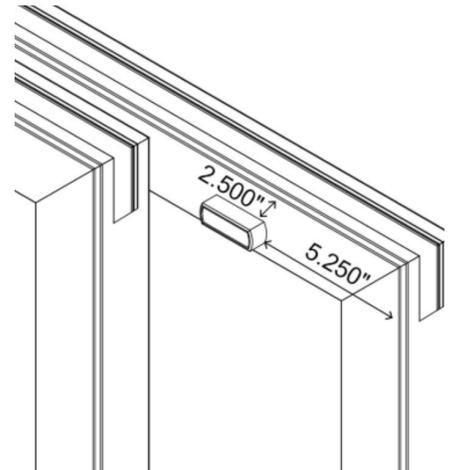

Figura 28
43. Taladre dos agujeros piloto de 11/64" (0,171") en el interior de cada panel operable 5-1/4" en el lado derecho del panel y 2-1/2" hacia abajo desde la parte superior del panel hasta los bordes de la base de entrada (Figura 28). Adjuntarel panel (Artículo 35) usando dos tornillos (Artículo 44). Sujete la tapa del panel sobre la base que viene.
Advertencia: No instale el panel que viene en cualquier otra área que no se muestre en la Figura 28; si lo hace, podría provocar daños en el marco o el vidrio. El uso de tornillos más largos puede causar interferencias o problemas operacionales.